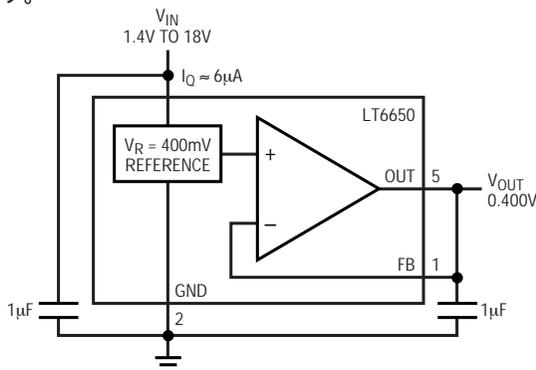

図1 . 簡単な400mV直列リファレンス
1.4V ~ 18Vの範囲の任意の電源電圧から400mV  $\pm$  1%の固定リファレンス電圧を発生させる基本接続を図1に示します。内部の非反転オペアンプ入力ポートは400mVのバンドギャップから得られる信号で常にドライブされ、反転オペアンプ・ポートはユーザーが接続できるように外部ピンとして引き出されています。この回路では、オペアンプには単純に100%負帰還が与えられていますので、リファレンス・ソースのためのユニティゲインのバッファが形成されます。